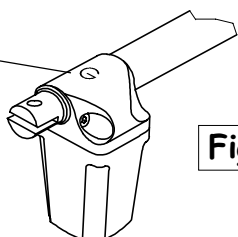

Fig. 6
L'automatisme comprend un vérin droit (D) et un vérin gauche (G) repéré sur le dessus du moteur (fig. 6).